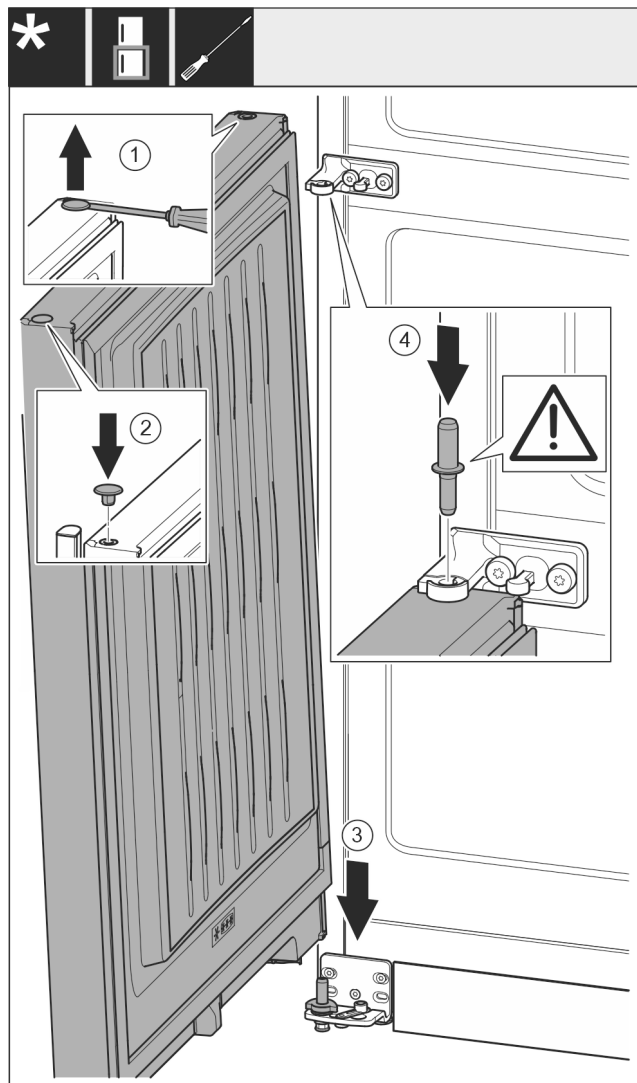

Fig. 19
- ▶ За допомогою шлицевої викрутки обережно підніміть пробку та витягніть її. Fig. 19 (1)
- ▶ Знову вставте пробку з іншого боку дверцят. Fig. 19 (2)
- ▶ Встановіть дверцята зверху на нижній опорний гвинт. Fig. 19 (3)
- ▶ Середній опорний гвинт встановіть в нижні дверцята через середній опорний кронштейн. При цьому виступ фіксатора повинен бути спрямований назад. Fig. 19 (4)